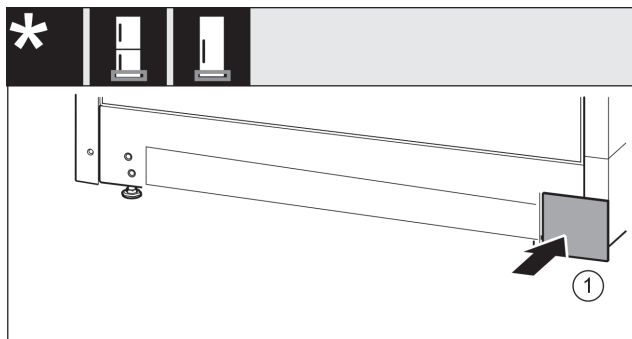

Fig. 35
- ▶ Remettre en place le cache de l'autre côté. Fig. 35 (1)